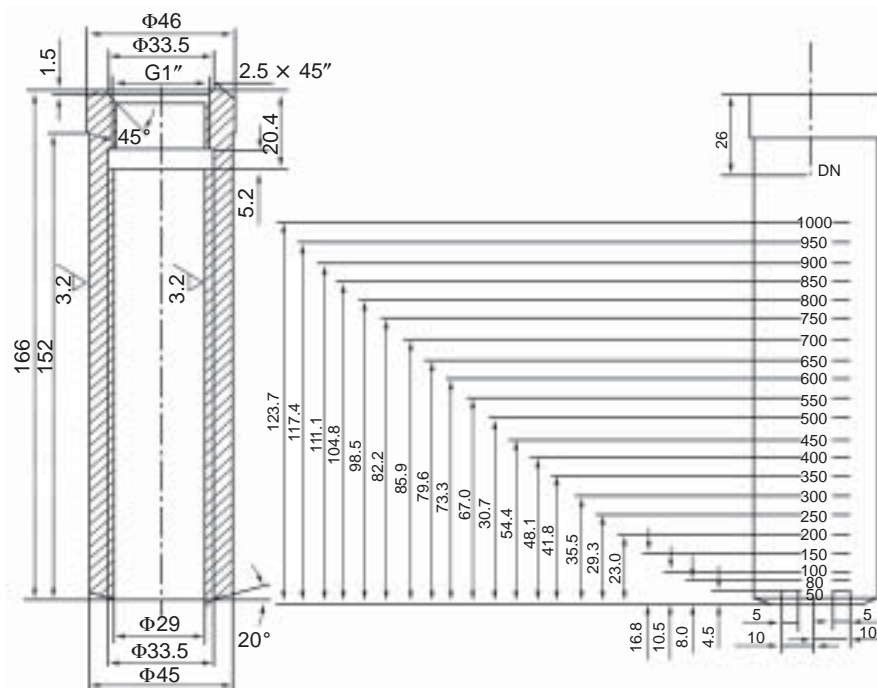

图 2
- $50\text{mm} \leq \text{管径} \leq 1000\text{mm}$ 时，参照图 2 进行焊接安装。